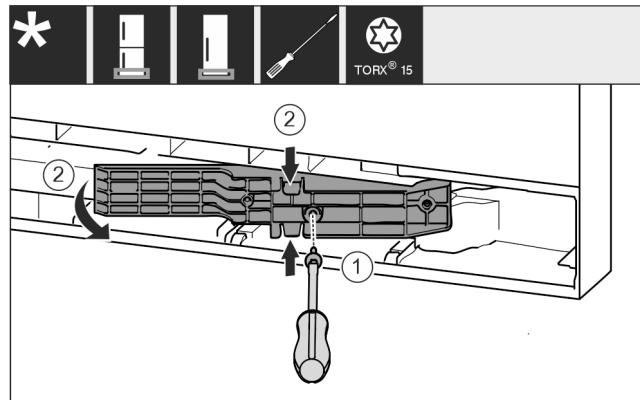

Fig. 18 *
- ▶ Desfaceți șuruburile cu șurubelnița T15. Fig. 18 (1)*
- ▶ Scoateți adaptorul. Fig. 18 (2)*